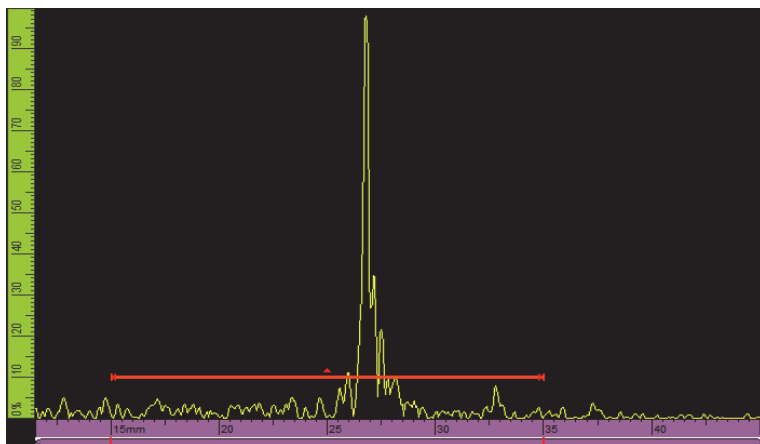

Figura 1 Referência visual na porta
- **Para definir a porta específica como porta atual**, clique na porta selecionada. Clique na extremidade esquerda da porta para abrir o parâmetro **Gate Start** no botão *pop-up* no modo de edição. Clique no meio da porta para abrir o parâmetro **Gate Threshold** no botão *pop-up* do modo de edição. Clique na extremidade direita da porta para abrir o parâmetro **Gate Width** no botão *pop-up* no modo de edição. Quando a porta é muito pequena pode ser impossível clicar na zona específica. A referência visual indica quais seções da porta estão disponíveis (veja Figura 1 na página 3).